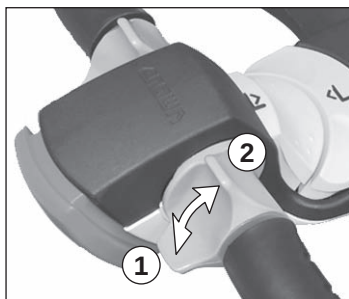

Fig. 26 Kørekontakt
1. For at kunne køre med gaflerne fremadvendt eller med gaflerne bagudvendt, skal du trykke på kørekontakten som vist på fig. 26.